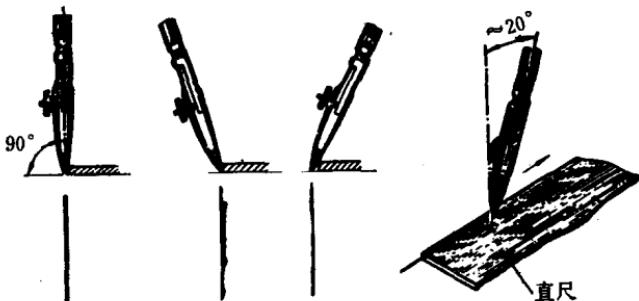

图 1-6 鸭嘴笔的使用
(7) 直线笔：又称墨线笔、鸭嘴笔，主要用来描图。由笔杆和笔头两部分组成。笔头有两叶尖端呈椭圆形的弹性薄钢片，墨线的宽度由鸭嘴笔两钢片的开度决定，由调节螺丝控制。使用方法如图1-6所示。